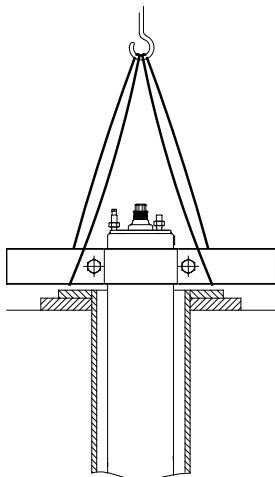

Рис. 18 Двигун у вертикальному положенні
2. Встановити двигун у вертикальне положення в ущільнення свердловини, див. рисунок 18.